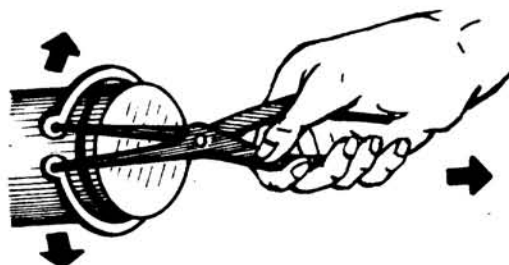

Fig. 2
- b Abra el seguro y sáquelo (fig. 2).